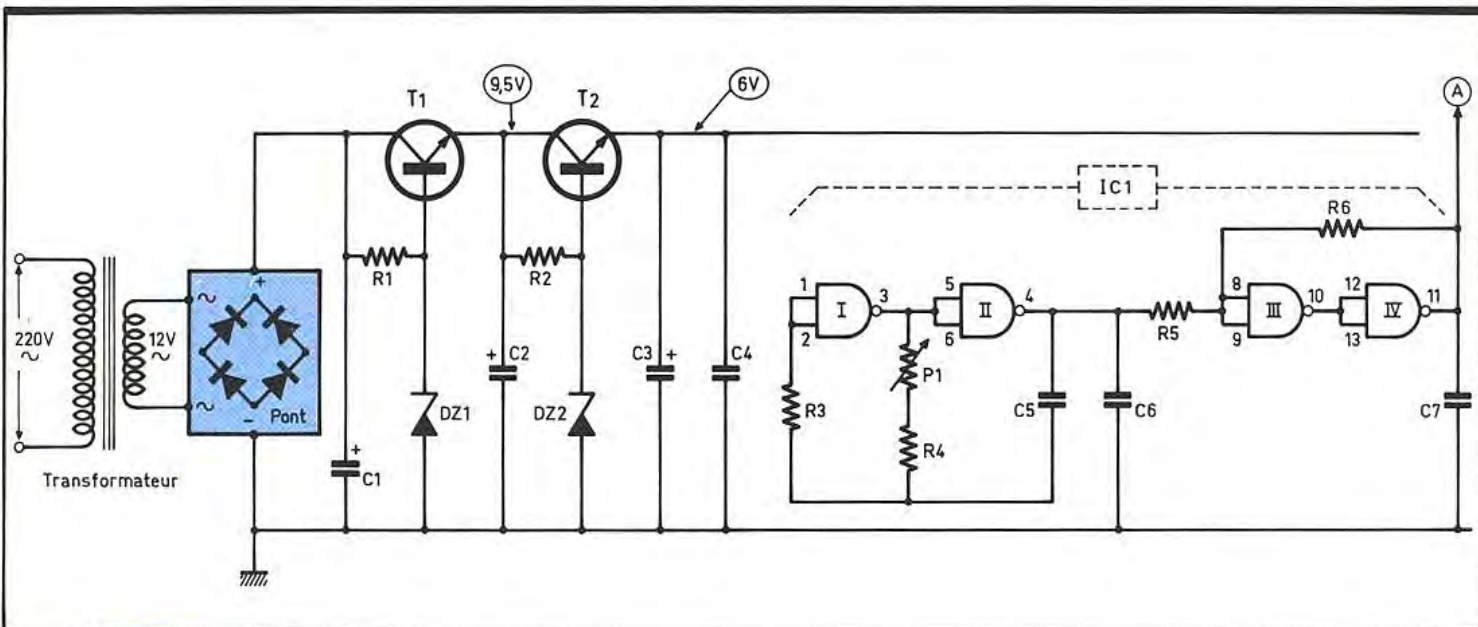

Fig. 4 Alimentation et base de temps.
a) Alimentation (fig. 4)
b) Base de temps (fig. 4 et 8)